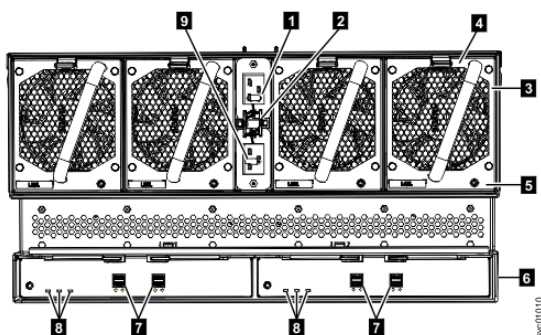
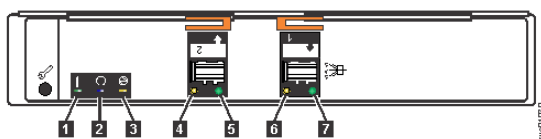

Abbildung 146. LEDs an der Rückseite des Erweiterungsgehäuses
Abbildung 147. LEDs an der Rückseite des Erweiterungseinschubs
In Tabelle 19 auf Seite 130 werden die Funktions- und Statusangaben durch die einzelnen LEDs aufgeführt. Auf die Netzkabel für die einzelnen Netzteile kann von der Rückseite des Erweiterungsgehäuses **(1)** zugegriffen werden (siehe Abbildung 146 auf Seite 132).
Abbildung 146 auf Seite 132 zeigt die Rückansicht des Erweiterungsgehäuses 2145-92F . LEDs an der Rückseite des Gehäuses stellen Informationen zu den einzelnen Lüftermodulen, Erweiterungseinschüben und SAS-Verbindungen bereit.
Das Erweiterungsgehäuse verfügt über vier Lüfter. Jeder Lüfter hat eine LED. In Abbildung 146 auf Seite 132 wird beispielsweise die Position der LED (5) für Lüfter 4 gezeigt. Arbeitet ein Lüfter normal, ist die LED ausgeschaltet. Wird ein Fehler festgestellt, leuchtet die bernsteinfarbene LED auf.
Wie in Abbildung 146 auf Seite 132 gezeigt, enthält das Erweiterungsgehäuse zwei Erweiterungseinschübe. Jeder Erweiterungseinschub verfügt über eine eigene Gruppe von LEDs (siehe Abbildung 147 auf Seite 132). Die LEDs stellen Statusinformationen zum Erweiterungseinschub selbst und zu den SAS-Verbindungen bereit.